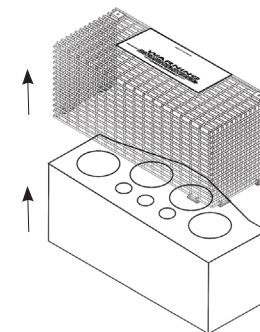

Рисунок 02 - Удалите защитную пену
- Слегка потяните крышку лампы от центра MC901, чтобы очистить кромку, закрывающую верхний край крышки лампы, и поднимите ее вверх (Рисунок 02).
- Снимите защитную пену с вакуумных ламп (Рисунок 02).